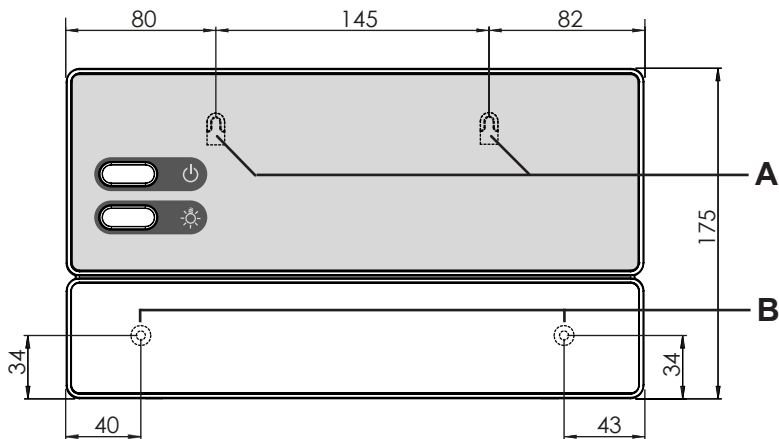

Fig. 2 Posizione del dispositivo di sospensione e dei fori di montaggio (misure in mm)
1. Avvitare due viti con intaglio a croce (16 mm) sulla parete della sauna a un'altezza di ca. 1,70 m e lasciandole fuoriuscire per una distanza max di 7 mm. Entrambe le viti devono essere posizionate a una distanza di 145 mm l'una dall'altra (vedi Fig. 2).
3. Con l'ausilio del dispositivo di sospensione **A**, agganciare il comando della sauna alle viti con intaglio a croce montate (vedi Fig. 2).
4. Avvitare due viti con intaglio a croce (16 mm) nei fori di fissaggio inferiori **B** (vedi Fig. 2).